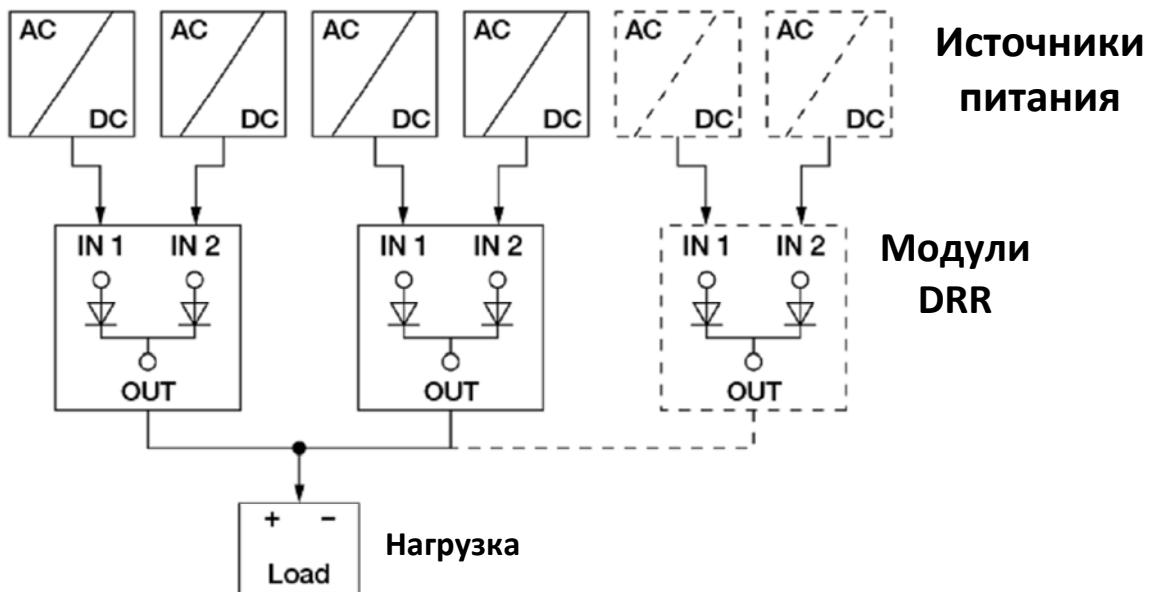

Рис. 6.2. Подключение по схеме «1 + N Резервных БП».
2) Схема подключения «1 + N Резервных БП» (см. рис.6.2). Используются избыточные блоки питания, чтобы увеличить надежность питания нагрузки.